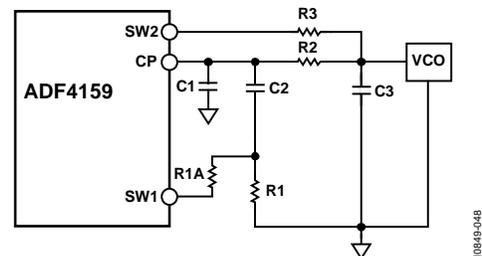

图54. 快速锁定环路滤波器拓扑—拓扑2 杂散机制
- 直接从SW1连一个额外电阻(R1A)(参见图54)。选择额外电阻时必须确保额外电阻与阻尼电阻(R1)的并联结果应为R1初始值的 $1/4$ 。